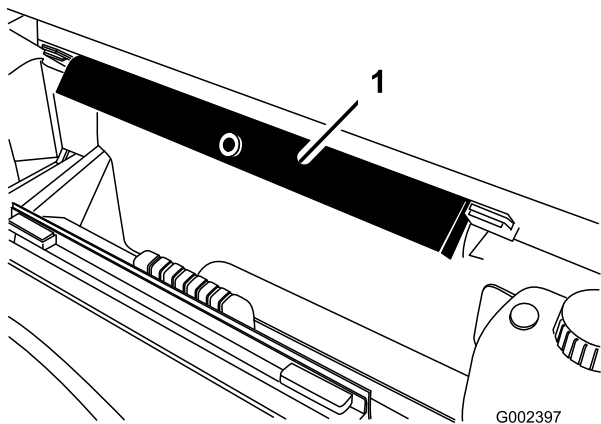

Bild 40
2. Nehmen Sie die Pritschenstütze aus den Einlagerungshalterungen hinten am Überrollschutz (Bild 40).